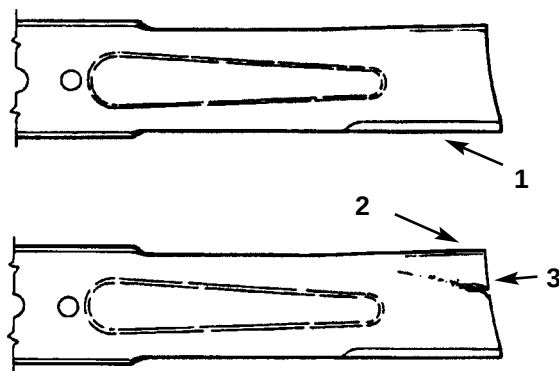

Fig 35
3. Undersøg kniven (ene), især det buede område (fig. 35). Hvis man finder nogen beskadigelse, slid eller revnedannelse på dette sted (fig 35), skal der omgående monteres en ny kniv.